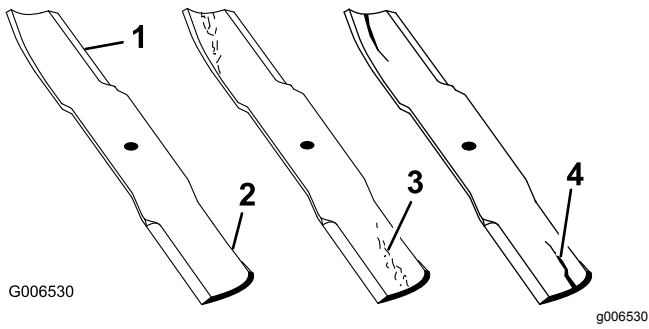

Figure 49
1. Examinez le tranchant des lames (Figure 49).
2. Inspectez les lames, surtout la partie relevée (Figure 49).
**Remarque:** Remplacez immédiatement toute lame endommagée, usée ou qui présente une entaille (repère 3 de la Figure 49).